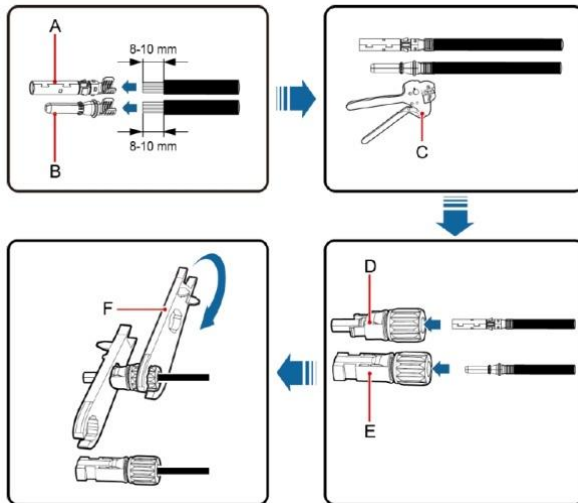

Fig 5.2 Collegamento tra il connettore CC MC4 e la stringa FV
- (1) Collegare i cavi di uscita dei moduli solari al connettore CC come mostrato alla Fig. 5.2. Allentare il dado del connettore e rimuovere lo strato di isolamento del cavo CC per circa 15 mm. Inserirlo nel connettore e premere fino al blocco in posizione. Infine, alleggerire il dado con una coppia di 2,5-3 N-m. Il cablaggio del polo negativo è uguale a quello del polo positivo. Assicurarsi che i poli dei moduli solari siano ben collegati ai connettori.